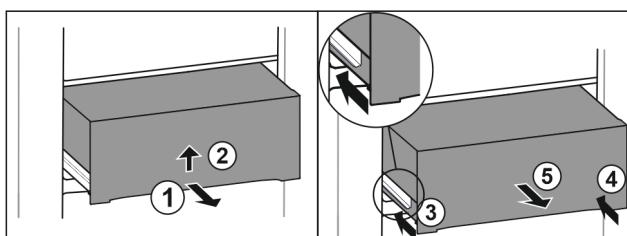

Fig. 64
- Изтеглете чекмеджето наполовина. Fig. 64 (1)
- Повдигнете чекмеджето от долната страна. Fig. 64 (2)
- Вкарайте лявата релса. Fig. 64 (3)
- Вкарайте дясната релса. Fig. 64 (4)
- Извадете чекмеджето напред. Fig. 64 (5)